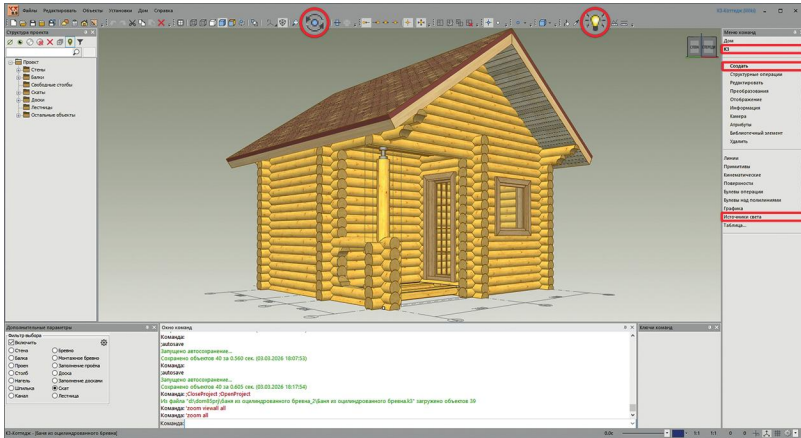

рис. 104
2. С помощью мыши добейтесь, чтобы дом был повернут так, как показано на рис. 104. Напомним:
3. Теперь поработаем с освещением. Нажмите на пиктограмму , либо на вспомогательной панели выберите команду **КЗ/Создать/Источники света** (см. рис. 104).